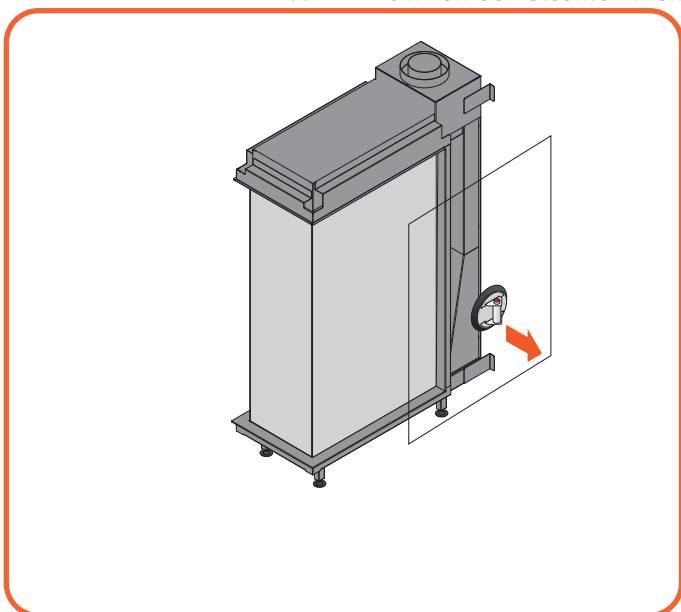

Abb. 9.8 Herausnehmen der Frontscheibe
- Heben Sie das Glas leicht an und neigen Sie es etwas, um es aus der Öffnung zu ziehen (siehe **Abbildung 9.8**).